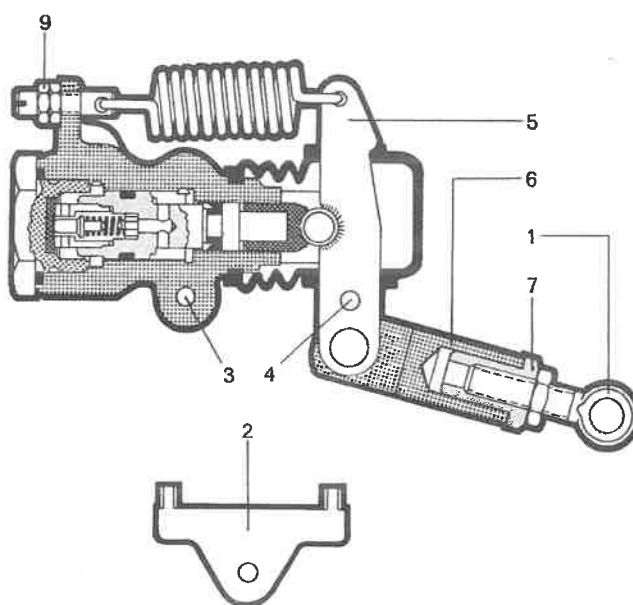

Fig. 7
**Einbau und Überprüfung (im Leerzustand) Fig. 7**